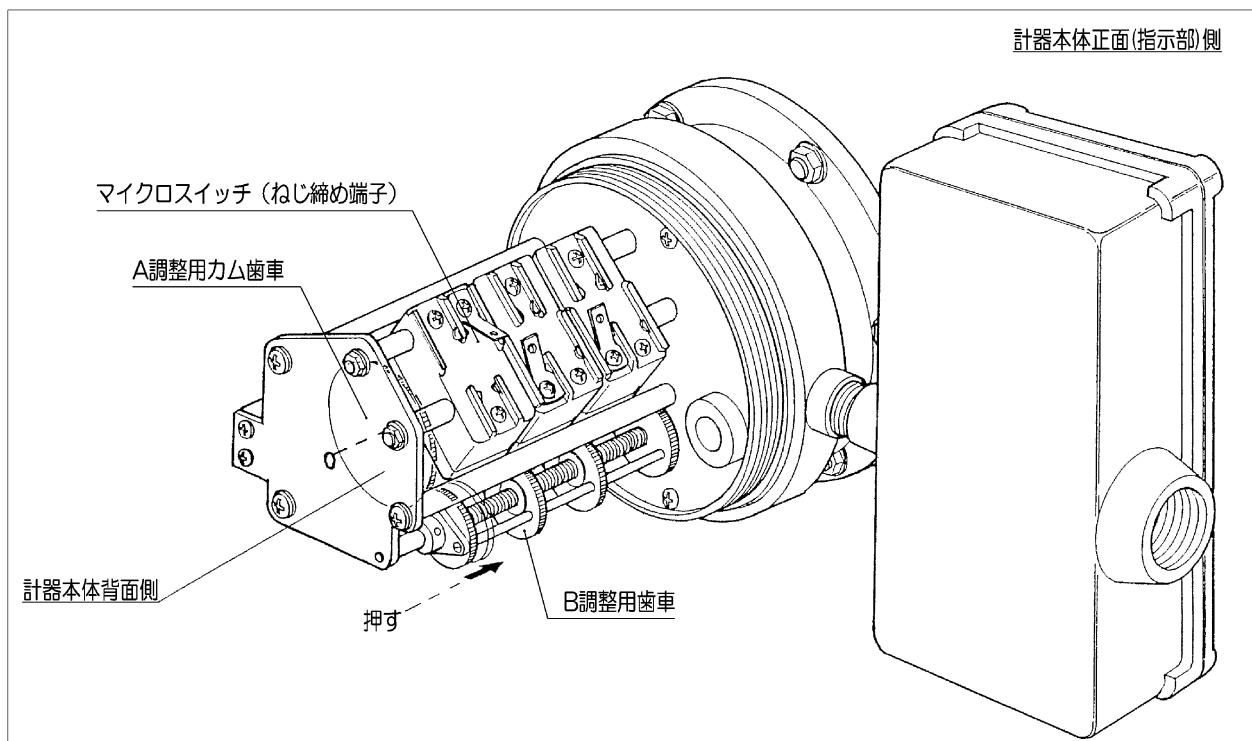

図 11.XT 接点の調整
- 6.3.2. 計器背面に正対し、計器本体背面の発信器カバーを外します。発信器に組み付いているマイクロスイッチに貼付されている接点識別で調整する部分を確認し、B 調整用歯車を矢印方向に押して A 調整用カム歯車との噛み合いを解除してカムが手動で操作可能な状態にします。（図 11.）